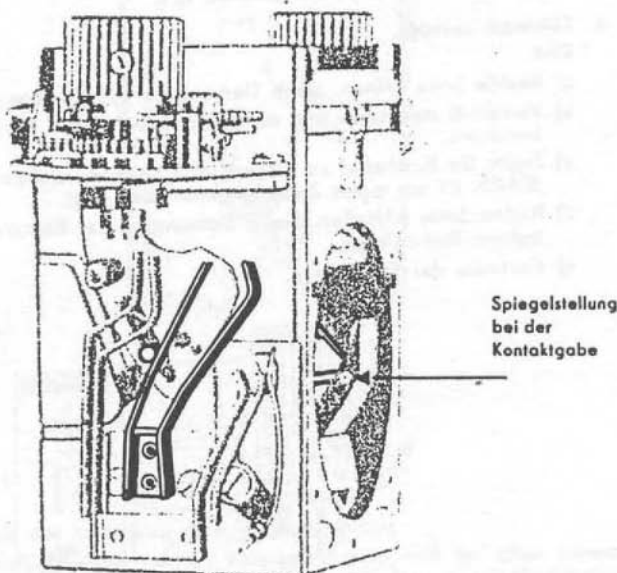

Abb. 6
- b) Erste Verschußklappe mit Finger festhalten, Verschuß auslösen und erste Verschußklappe langsam ablaufen lassen. Dabei müssen der X-Kontakt, wie in Abb. 5, und der F-Kontakt, wie in Abb. 6 eingezeichnet, zünden. Ist dies nicht der Fall, so müssen die Kontaktfedern am Blitzkontakt dementsprechend gebogen werden.